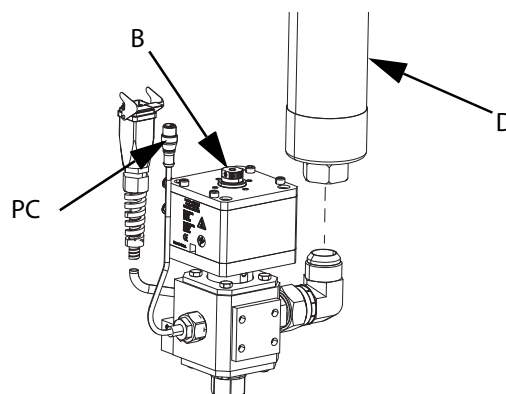

Рис. 21
- 7. Если используются два шланга, подключите шланг подачи 2 (D) к впускному фитингу на раздаточном клапане (B). Если используется только один шланг, подключите шланг подачи 1 (C) к впускному фитингу на раздаточном клапане (B). См. Рис. 21.